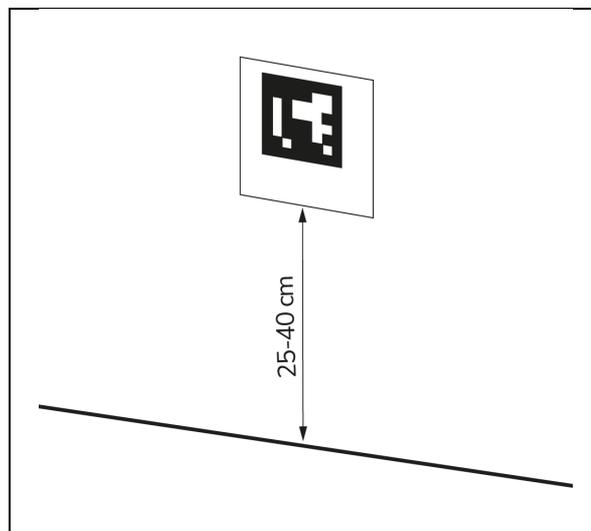

Figure 22
1. Placez le bloc de code QR sur le mur entre 25 et 40 -cm au-dessus du sol (Figure 22, pos. 1).